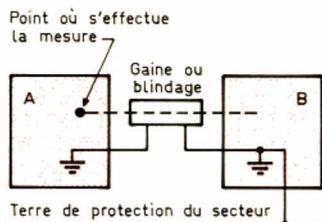

Figure 3
– L'appareil à contrôler n'est pas à la terre, alors que l'appareil de mesure l'est ; on a le raccordement de la figure 3. Ainsi, dans les deux cas, la boucle de terre est interrompue, et les signaux mesurés seront corrects. Les boucles de masse peuvent quelquefois apparaître dans les montages eux-mêmes lorsque le réalisateur n'a pas pris les précautions nécessaires.